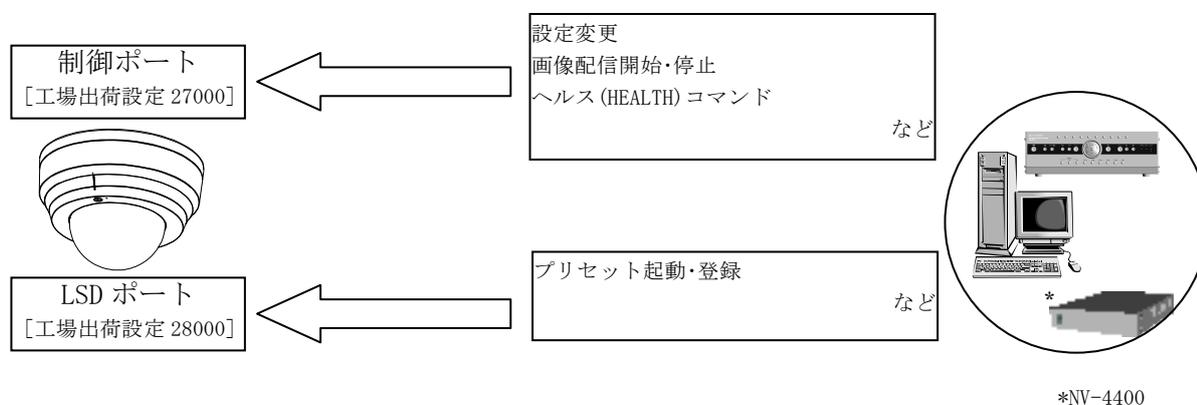

図 9-3 IP アドレス 制御ポート LSD ポートについて
- (1) IPアドレスは、ネットワーク上で各機器を識別するためのアドレスです。
- (2) 制御ポートは、図9-3に示す様に、主にネットワーク・画像・シリアルに関する設定・制御を行なうためのポートです。カメラ設定ツールからの設定変更の他、画像配信の開始・停止、ヘルス(HEALTH)コマンドも制御ポートを使って行ないます。
- (3) LSDポートは、図9-3に示す様に、主にカメラ制御を行なうためのポートです。
- (4) 制御ポート番号、LSDポート番号は、1024～65535の範囲で設定できます。ただし制御ポート番号とLSDポート番号が同じ値にならないように設定してください。